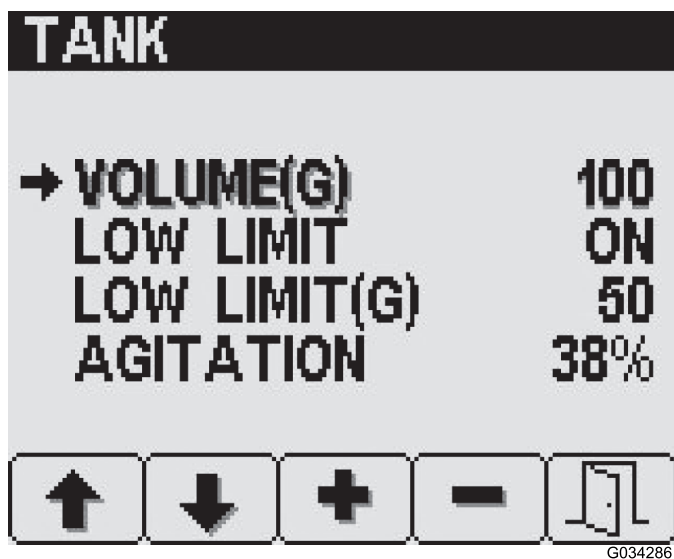

Figura 10
2. Prima o botão 2 até chegar ao elemento que pretende mudar (Figura 10).
3. Utilize os botões 3 e 4 para definir o valor desejado (Figura 10).